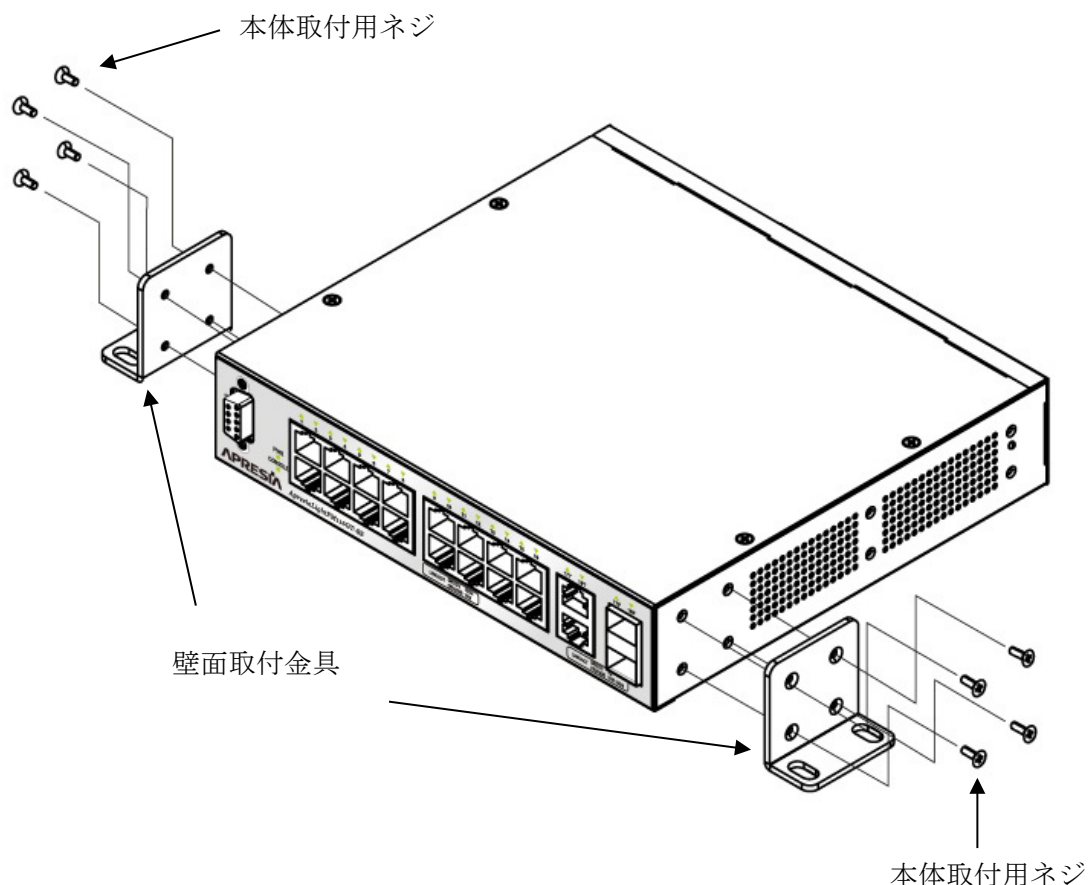

図 3-9 壁面取付金具(AL-WM)の取り付け方法
- (1) 本体取付用ネジを用いて、壁面取付金具を本体に取り付けます。金具の向きは図 3-9 を参照ください。本装置に筐体ゴム足や専用マグネットを取り付け済みの場合は取り外してください。
- (2) タッピングネジ、ワッシャーを用いて、壁面取付金具を壁面に固定してください。